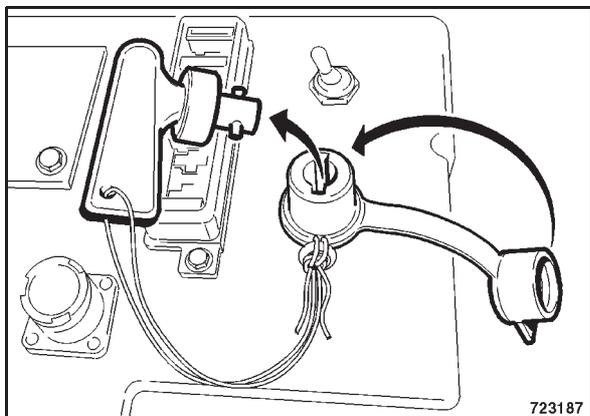

Bild 83
- Batterieauptschalter 1 (Bild 83) ausschalten und abziehen.
Wenn der Akku der Fernsteuerung über das Fernsteuerungskabel aufgeladen werden soll, muss der Batterieauptschalter (Bild 83) eingeschaltet bleiben.